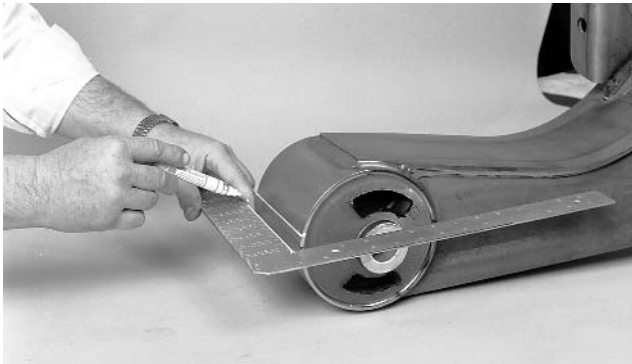
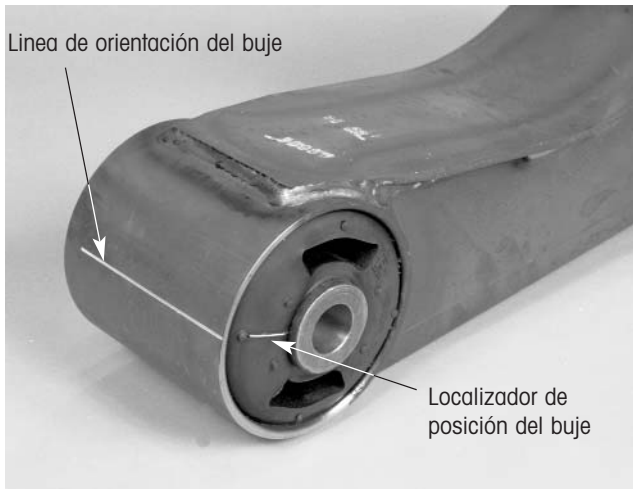

Figura 8. Marcando la orientación del buje en el tubo del buje
Figura 9. Orientación del buje marcada adecuadamente
6. Utilizando una escuadra y la marca de orientación del buje como punto de referencia, trace o dibuje una línea por fuera del tubo del buje (figura 8). Esta línea indica la orientación del buje existente dentro del tubo del buje y será utilizada para orientar adecuadamente el buje de reemplazo mientras es instalado. (figura 9).